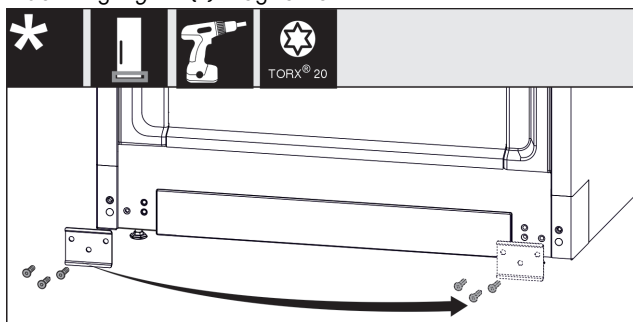

Fig. 15
- ▶ Plaat Fig. 15 (1) losschroeven, op de andere zijde plaatsen en weer vastschroeven.